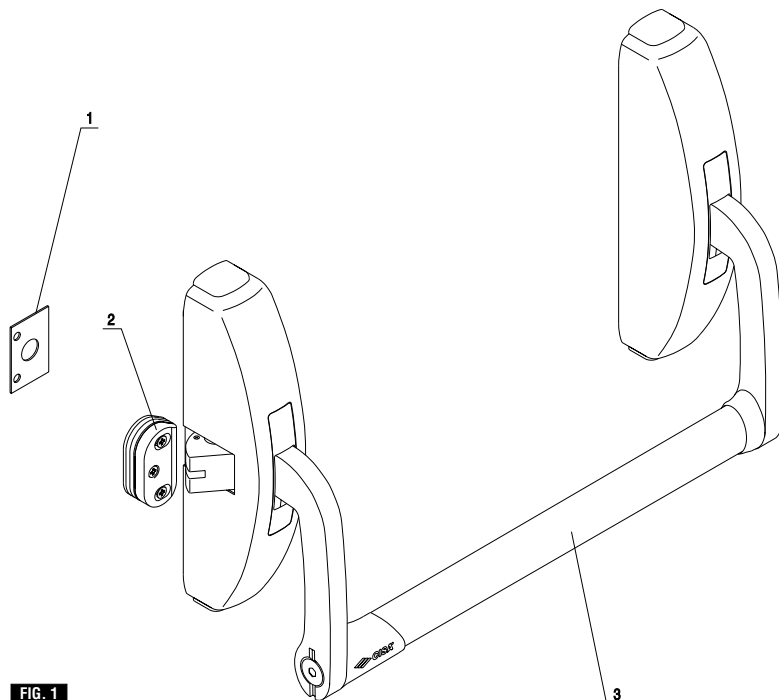

FIG. 1
AVVERTENZE: Le caratteristiche di questo prodotto rivestono la massima importanza per la sicurezza delle persone e non è consentito apportare al prodotto modifiche diverse da quelle descritte in queste istruzioni. Questo prodotto va installato su porte a cardine o cerniera che non superino i 400 kg di massa, 2500 mm di altezza e 1300 mm di larghezza. L'articolo è ambidestro (fig. 1) quindi applicabile su porte di mano destra e su porte di mano sinistra. La rappresentazione grafica del presente foglio istruzione è relativa ad un maniglione in configurazione per porte di mano sinistra interna "2". Questo maniglione va montato in abbinamento alla barra art. 07007-13/14/15/60/61/62
ATTENTION: Le respect des caractéristiques de ce produit est extrêmement important pour la sécurité des personnes. Il n'est pas permis d'apporter au produit d'autres modifications que celles qui sont décrites dans ces instructions. Installer ce produit sur des portes à gonds ou à charnières ne dépassant pas 400 kg, 2500 mm de hauteur et 1300 mm de largeur. L'article est ambidextre (fig. 1) et donc applicable sur des portes à main droite et gauche. La représentation graphique de ces instructions correspond à une poignée pour portes à main gauche interne "2". Monter cette poignée associée à la barre art. 07007-13/14/15/60/61/62
WAARSCHUWINGEN: de eigenschappen van dit product zijn buitengewoon belangrijk voor de veiligheid van de mens en het is daarom niet toegestaan andere wijzigingen aan het product aan te brengen dan in deze handleiding aangegeven. Dit product is bestemd voor gescharnierde deuren met een niet grotere massa dan 400 kg, een hoogte tot 2500 mm en een breedte tot 1300 mm. Het artikel is dubbelzijdig (afb. 1), daarom zowel op linkse als rechtse deuren van toepassing. In de tekening op de handleiding wordt een bijzetslot voor installatie aan de binnenkant op een linkse deur "2" afgebeeld. Dit product moet in combinatie met de anti-paniek duwstang art. 07007-13/14/15/60/61/62 gemonteerd worden
WARNING: The characteristics of this product are essentially important for people's safety. No product changes different from those described in these instructions should be introduced. This product should be installed on hinged doors with a maximum mass of 400 kg, a maximum height of 2500 mm and a maximum width of 1300 mm. This item is non-handed (Fig. 1) and may therefore be fitted on both left- and right-handed doors. The figures in these instruction sheet refer to a panic exit device installed on a left-hand inward opening door, type "2". This panic exit device (1 point closing) is to be installed together with the bar item 07007-13/14/15/60/61/62
ADVERTENCIAS: Las características de estos productos tienen la máxima importancia para la seguridad de las personas. No está permitido realizar modificaciones diferentes a las descritas en estas instrucciones. Este producto debe ser instalado en puertas con goznes o bisagras que no superen 400 kg de masa, 2500 mm de altura y 1300 mm de ancho. El artículo es reversible (Fig. 1) y, en consecuencia, puede ser instalado en puertas de mano derecha o izquierda. La representación gráfica de la presente hoja de instrucciones corresponde a una barra en configuración para puertas de mano izquierda interna "2". Esta barra se debe instalar en combinación con la barra Art. 07007-13/14/15/60/61/62.
HINWEIS: Die Eigenschaften dieses Produktes sind für die Personen-Sicherheit von höchster Wichtigkeit, deshalb ist es streng untersagt, Änderungen vorzunehmen, die von den in diesen Anleitungen angeführten abweichen. Das vorliegende Produkt wird auf Türen mit Angeln oder Scharnieren angebracht, geeignet für Türen mit einem Gewicht von max. 400 kg, einer Höhe von max. 2500 mm und einer Breite von max. 1300 mm. Der Artikel ist beidseitig verwendbar (Abb. 1), d.h. er kann für links- oder rechtsgerichtete Öffnung verwendet werden. Die Abbildungen auf dem vorliegenden Blatt beziehen sich auf einen Türdrücker, der für nach links und nach innen öffnende Türen "2" konfiguriert ist. Dieser Türdrücker muss in Kombination mit der Stange Art. 07007-13/14/15/60/61/62 montiert werden.